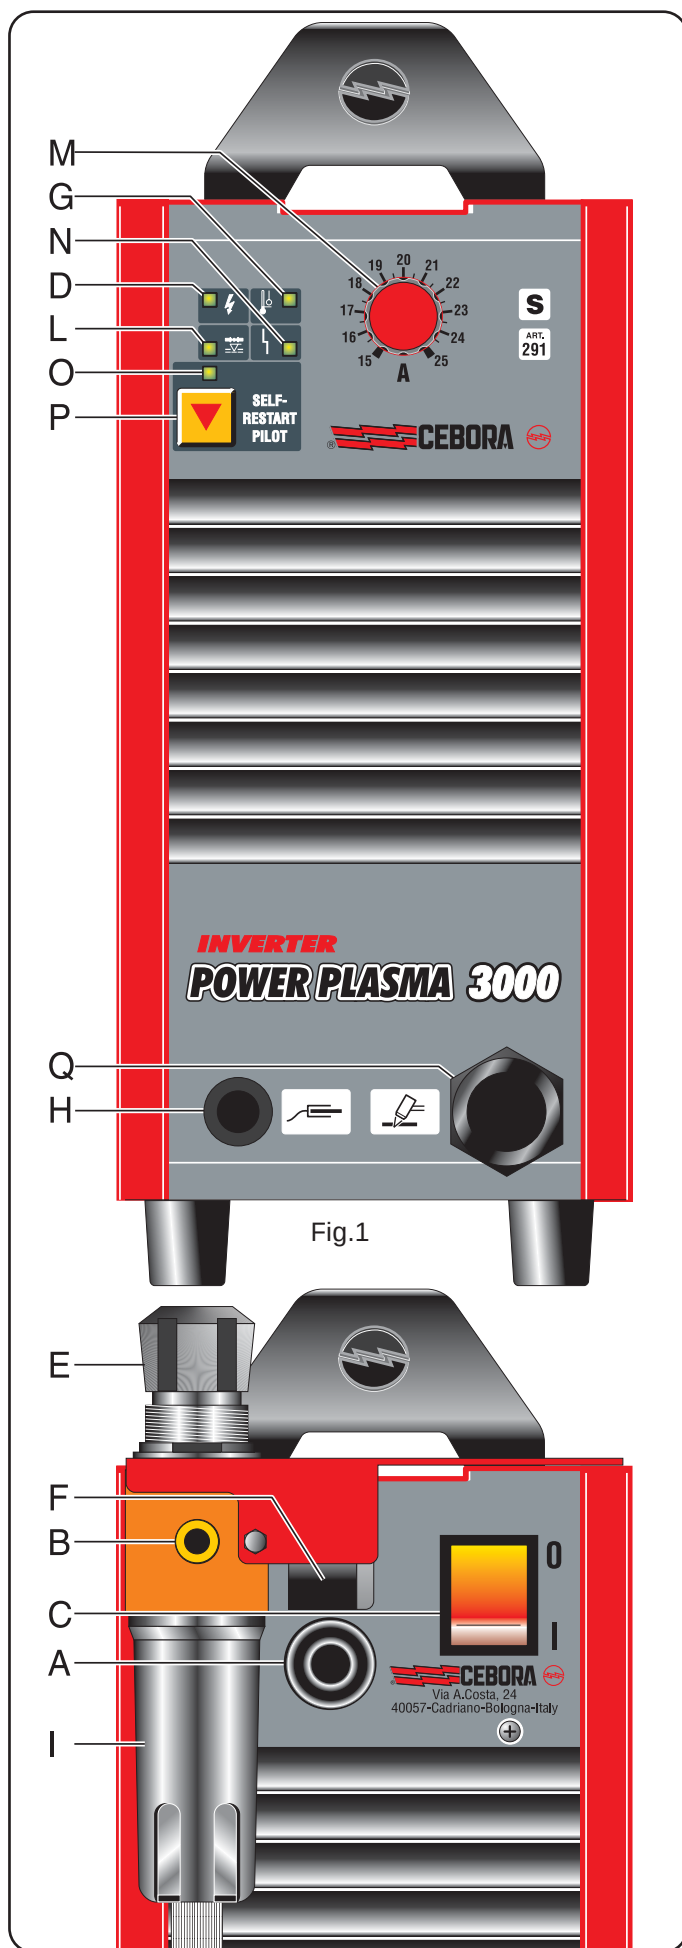

Fig.1
- For at undgå overbelastninger under skæring. Vises ved tænding af lysdiode **G** (se fig. 1)
- Anbragt på brænderens lufttilslutning for at undgå utilstrækkeligt lufttryk. Vises ved tænding af lysdioden **L** (se fig.1).